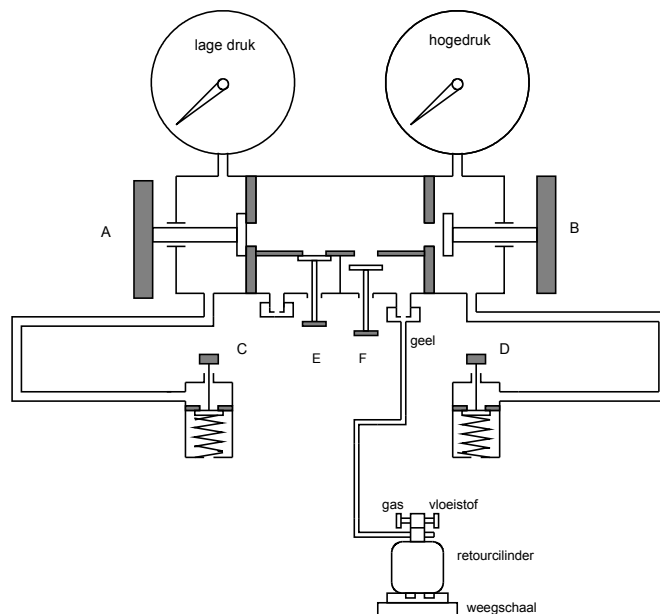

Fig. 12.1
1) Sluit de cilinder aan op de meterset (lagedrukzijde). Zie fig. 12.1